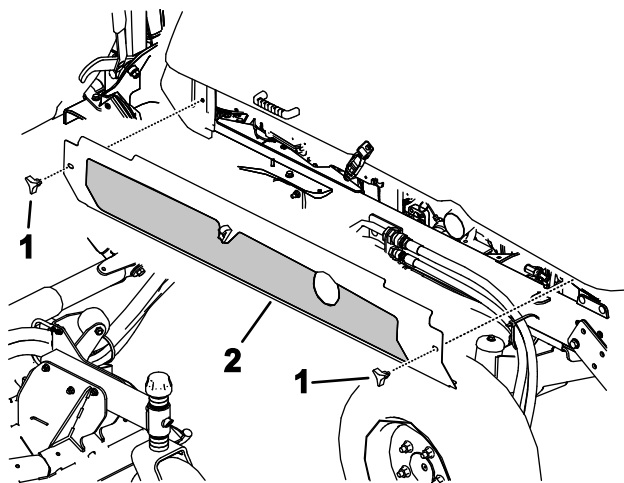

Figura 80
4. Allentate le manopole e rimuovete entrambe le coperture laterali (Figura 80).
5. Montate le coperture laterali (Figura 80).